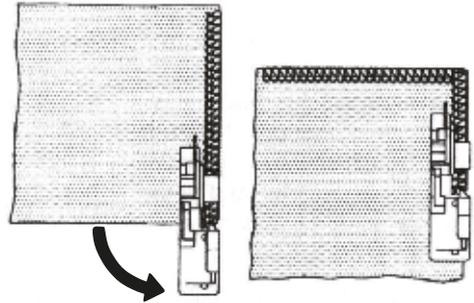

Fig. 1
3. Gire la tela, baje el prensatelas nuevamente y continúe cosiendo en la nueva dirección (ver fig. 1).
1. Coloque el "cordón de relleno" como por ejemplo: hilo de ganchillo, hilo entorchado, lana, hilo de tejer o cinta para fruncir detrás de los portacarretes. Pase el hilo de refuerzo por las guías del cordón (1) y (2) y luego por la guía del hilo de la aguja izquierda (3) (ver fig. 1).